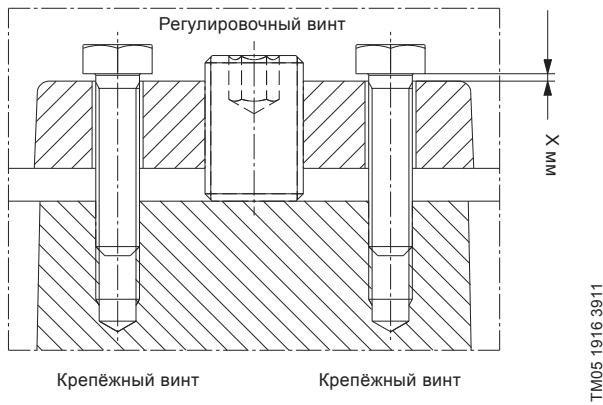

Рис. 17 Регулировка зазора рабочего колеса
- Ослабьте крепёжные винты чтобы сделать правильный зазор под головками крепёжных винтов (см. рис. 17) в соответствие с данными из таблицы по зазору щелевого уплотнения рабочего колеса, приведённой выше.